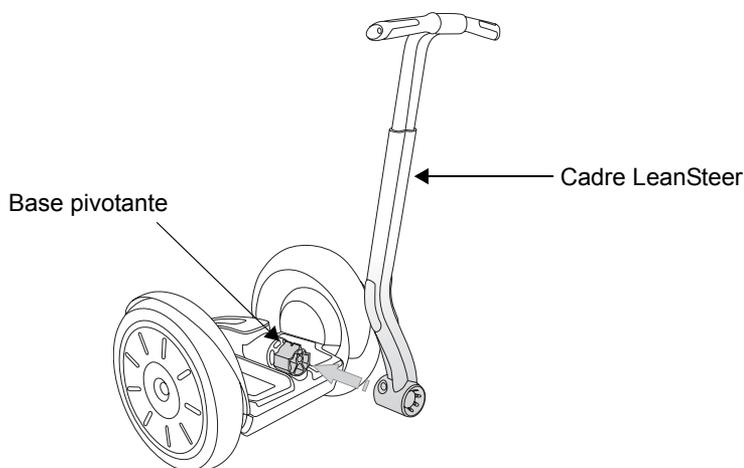

Figure 31. Fixation du guidon / cadre LeanSteer sur la base pivotante
2. Faites glisser le cadre LeanSteer sur la base pivotante comme illustré dans la **Figure 31** :